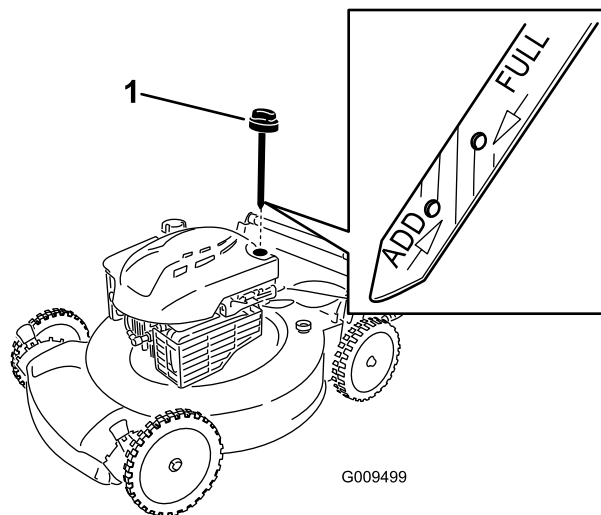

Рисунок 6
5. Определите уровень масла по отметкам на щупе (Рисунок 6).
2. Выньте щуп, повернув крышку против часовой стрелки и вытянув ее (Рисунок 6).